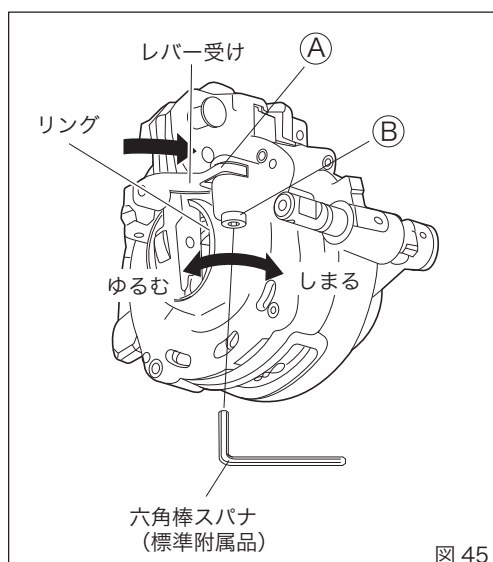

図 45
③ レバー受けを元の状態に戻す(図45)
- ③-1 レバーつまみを持って、外れたリングを元に戻してください。
- ③-2 Bのボルトを付属の六角棒スパナで反時計方向に3回転ほどゆるめてください。
- ③-3 レバー受けを回し、A部を軽く叩いて元の位置にはめ込んでください。
- ③-4 ゆるめたBのボルトをもう一度締め込んでください。